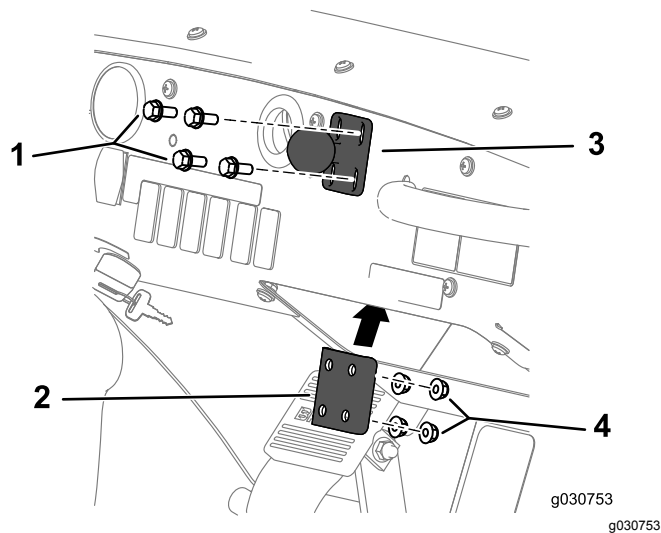

Рисунок 158
1. Установите крепление шарового шарнира на приборную панель при помощи 4 болтов ($\frac{1}{4}$ x $1\frac{1}{2}$ дюйма), усиливающей пластины и фланцевой контргайки ($\frac{1}{4}$ дюйма), как показано на Рисунок 158.